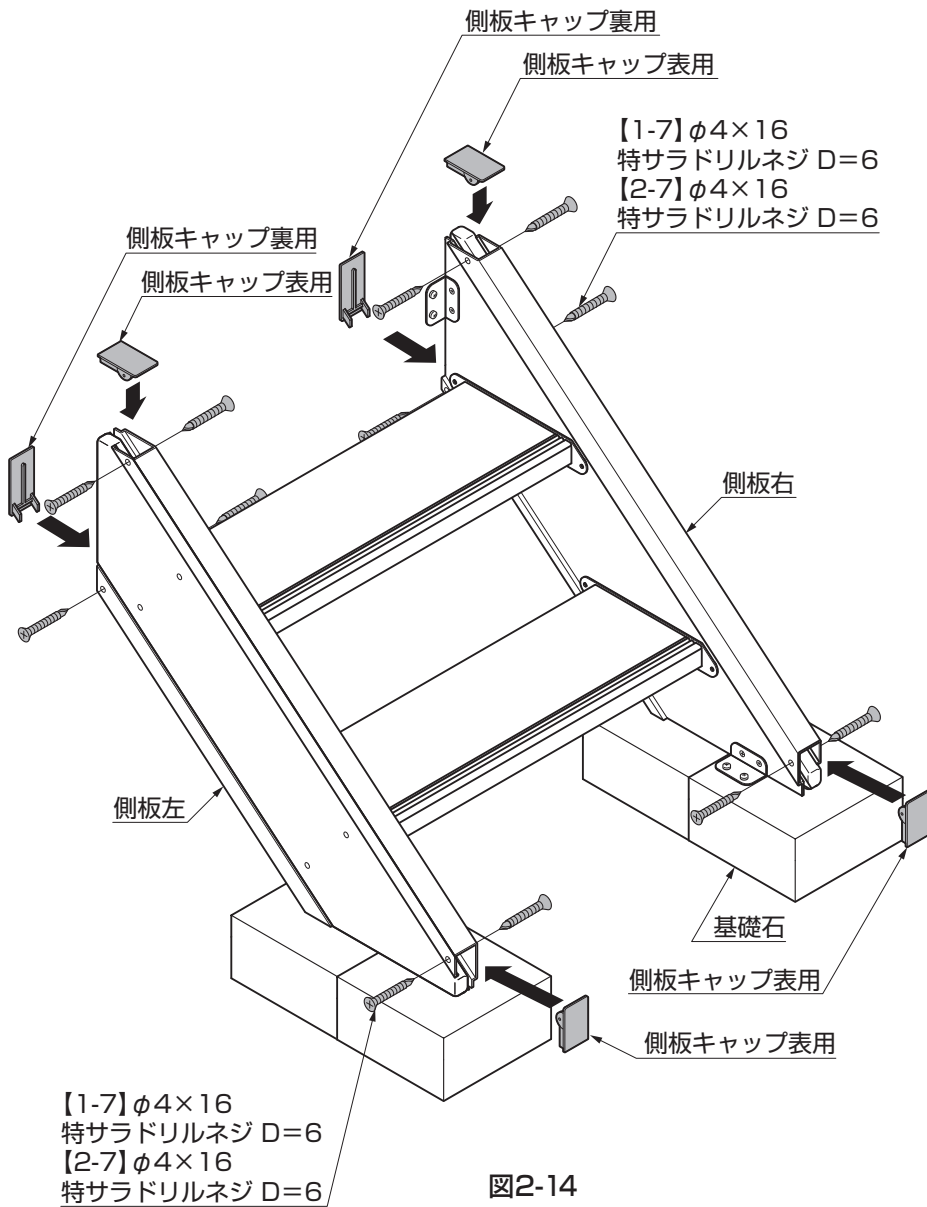

図2-14
- ① 側板キャップ表用を4箇所、側板キャップ裏用2箇所、【1-7】または【2-7】で取付けてください。(図2-14参照)